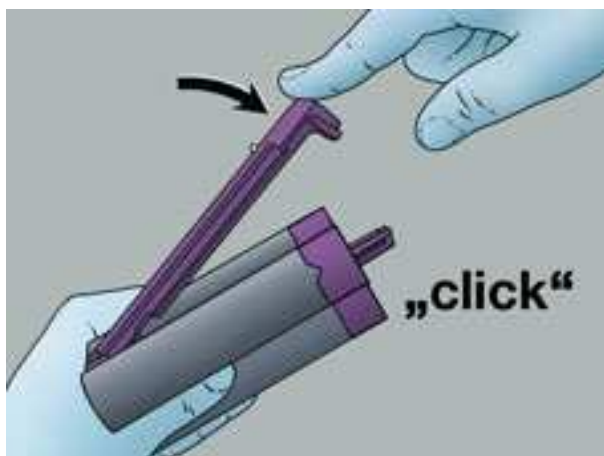

Рис. 2
- ▶ Нажимать на стопорный рычаг картриджа, пока он не защелкнется со звуком (рис. 2).